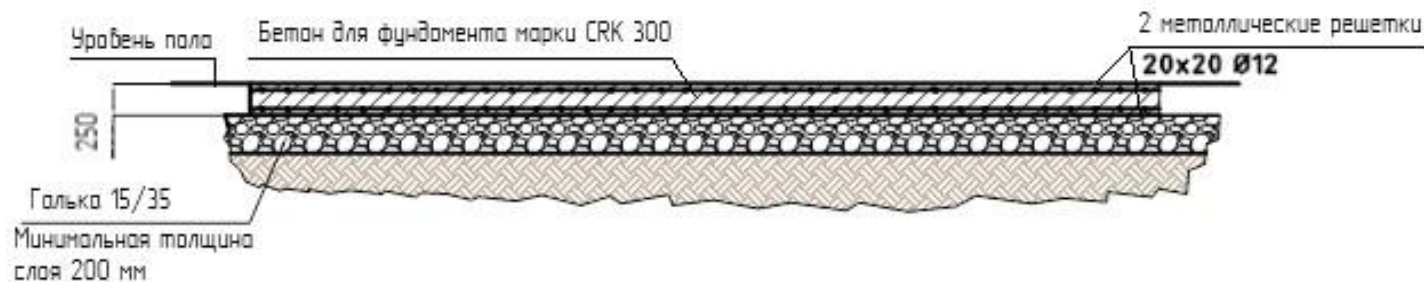

Рис.4 Рекомендуемые параметры фундамента под установку
- если КУ устанавливается в крытом помещении, то во избежание какого-либо оседания, **GRAF S.p.A.** рекомендует положить соответствующий фундамент для поддержки веса оборудования (Рисунок 4);